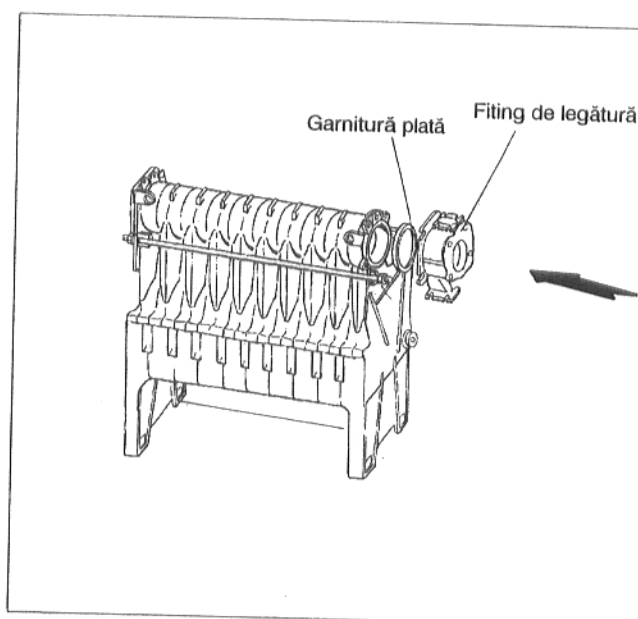
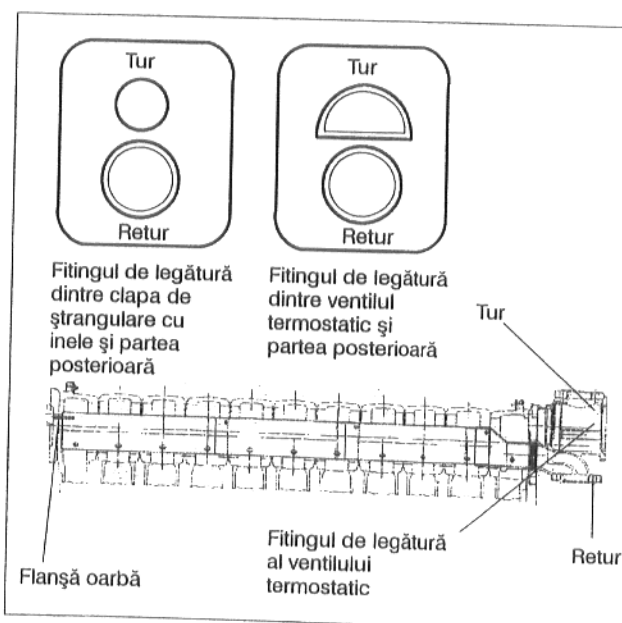

Fig. 7: Ventilul termostatic
Fig. 8: Situația montării pentru mărimea 2 x 11
- Garnitura plată și fittingul de legătură se vor strânge ușor la arborele superior (Fig. 7, material de montare conductă). La montarea fittingului de legătură a versiunii cu **clapă de ștrangulare cu inele** trebuie ca deschizătura mai mare (returul) să se găsească la partea de jos (Fig. 8).